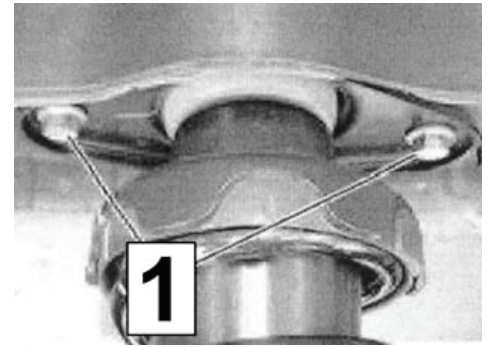

Fig. 9:
- Untere Dämpferbefestigung (1) entfernen.
- **Fig. 9** Obere Dämpferbefestigung ausschrauben.
- Remove lower damper attachment (1).
- **Fig. 9** Unscrew upper damper attachment.
- Enlever la fixation inférieure de l'amortisseur (1).
- **Fig. 9** Dévisser la fixation supérieure de l'amortisseur.
- Retirar la sujeción inferior del amortiguador (1).
- **Fig. 9** Desatornillar la sujeción superior del amortiguador.